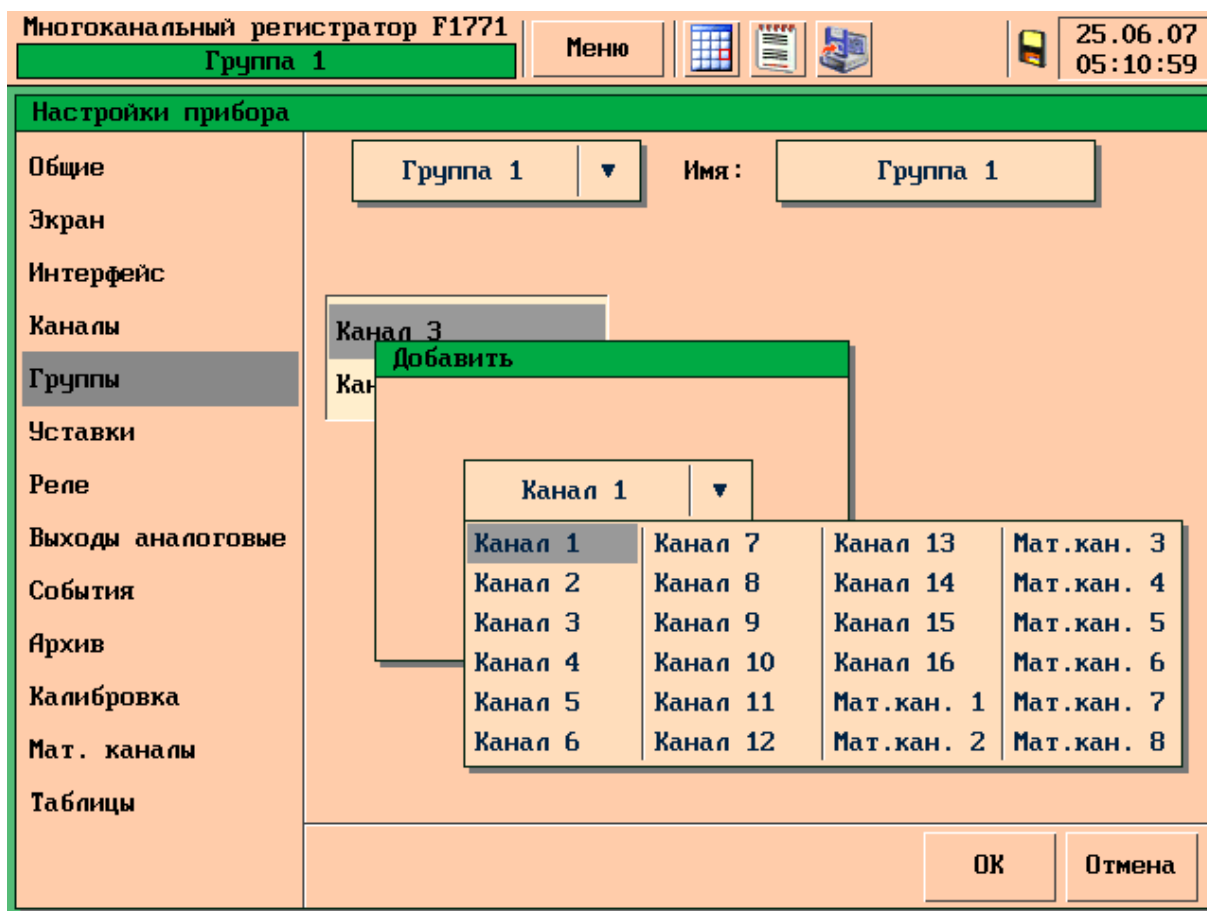

Рисунок 32 – Добавление канала в группу
6.7.2 Для добавления канала в группу: из всплывающего меню выберите номер группы, далее нажмите кнопку «Добавить», откроется окно с всплывающим списком, рисунок 32.